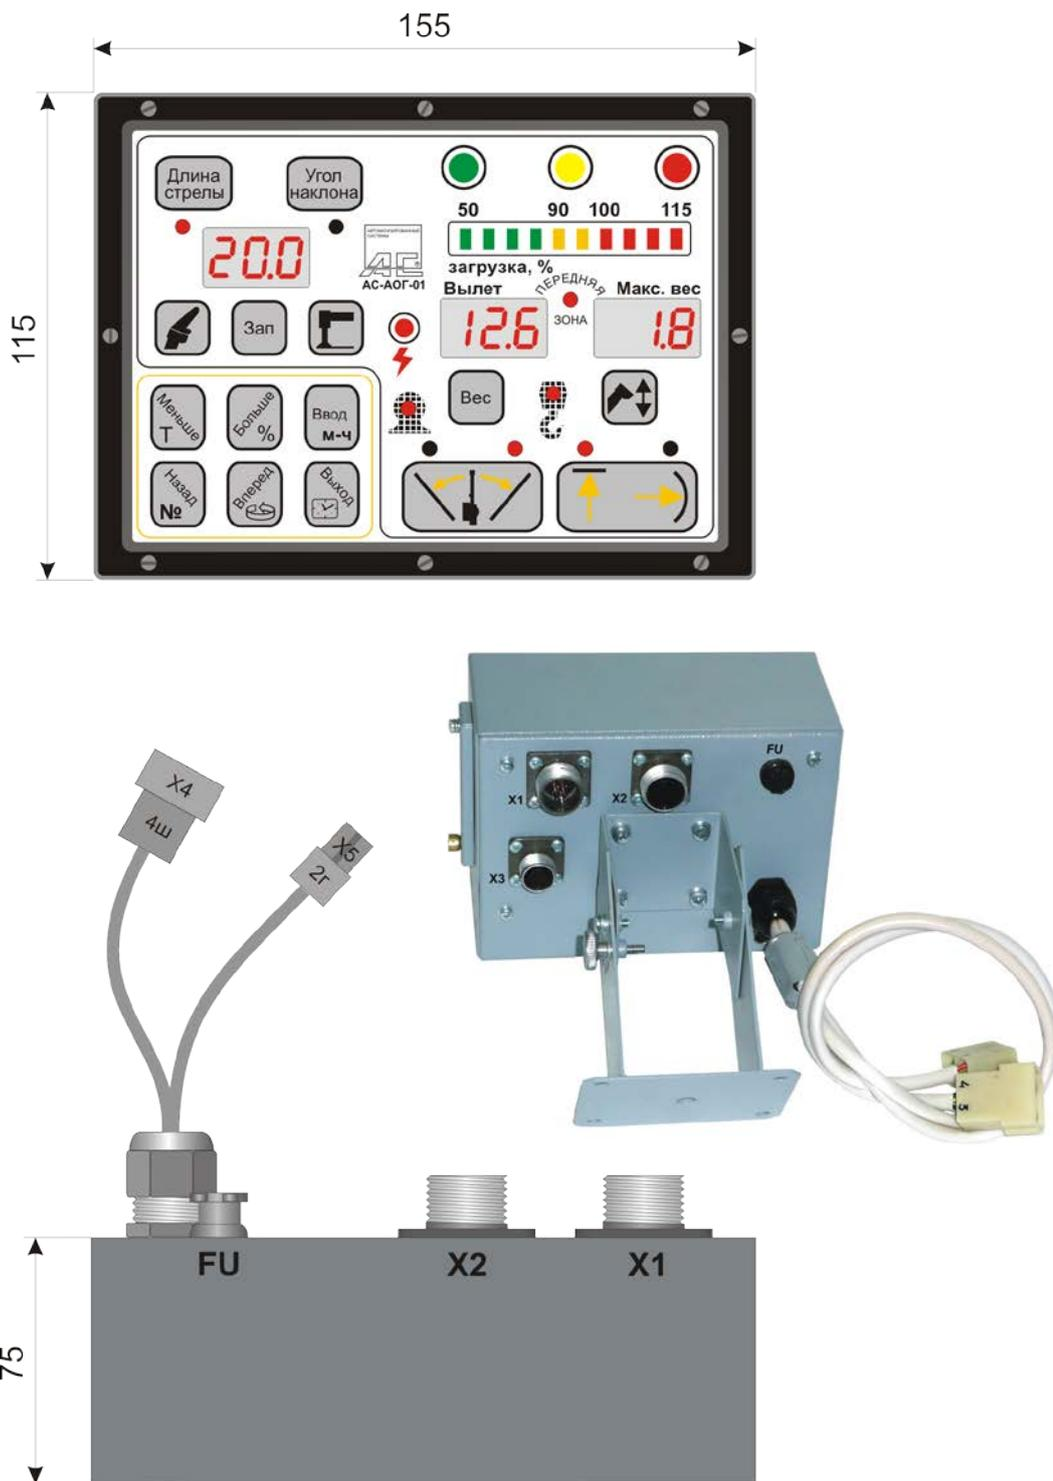
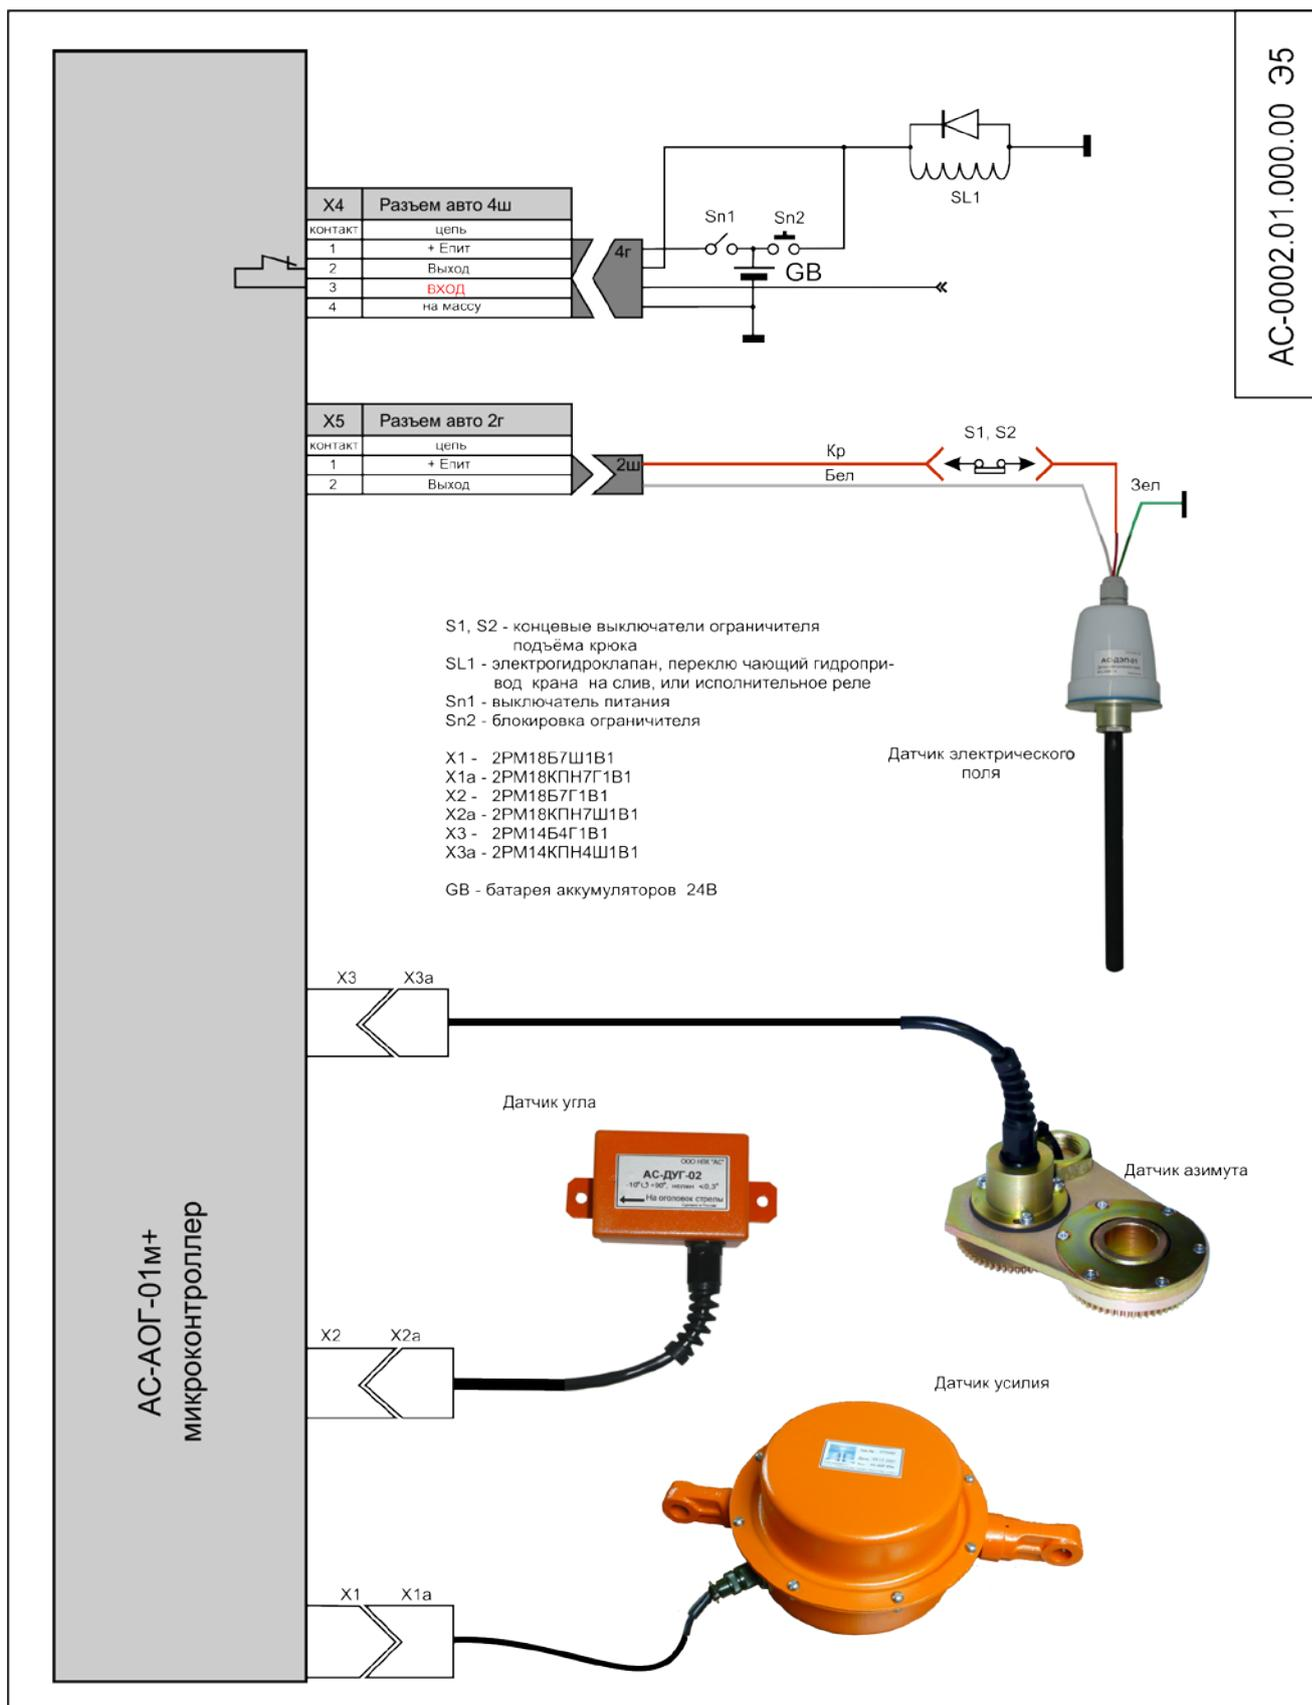

Рис.2
Рис.3
| 1) блок АОГ, включающий "Регистратор параметров" | 1 шт, рис.2; |
6.1. Описание работы проводится по схеме подключения рис.3.
Подсоединение АОГ к электрооборудованию крана должно быть произведено в соответствии со схемой подключения рис.3, а именно через контакты разъемов X4, X5 расположенных на тыльной стороне блока АОГ (рис.2), на задней стенке.
6.3. Напряжение питания от аккумуляторной батареи либо от преобразователя АС220В-DC24В при установке тумблера Sn1 в положение ВКЛ подается на контакты разъема X4 блока АОГ, рис.3.
6.3.3. К блоку питания относятся 2 плавких предохранителя FU1 и FU, расположенных на тыльной стороне блока АОГ, на задней стенке, рис.2. Плавкий предохранитель FU1 (1А) предназначен для защиты внутренних электронных цепей блока АОГ, а плавкий предохранитель FU (5А) - для защиты цепей управляющих реле от короткого замыкания по цепям управления. Питание реле осуществляется независимо от внутренних электронных цепей блока АОГ.
6.4. Блок АОГ включает в себя модуль индикации и управления (первая плата), вычислительный модуль, модуль ввода цифровых и аналоговых сигналов, модуль АЦП, модули "Регистратора параметров", блока питания и реле (вторая плата), Рис.2.
7.4. Подключение составных частей, а также подключение системы АОГ к системе электрооборудования крана производите в соответствии со схемой подключения АС-0002.00.000.00м Э5, рис.3.